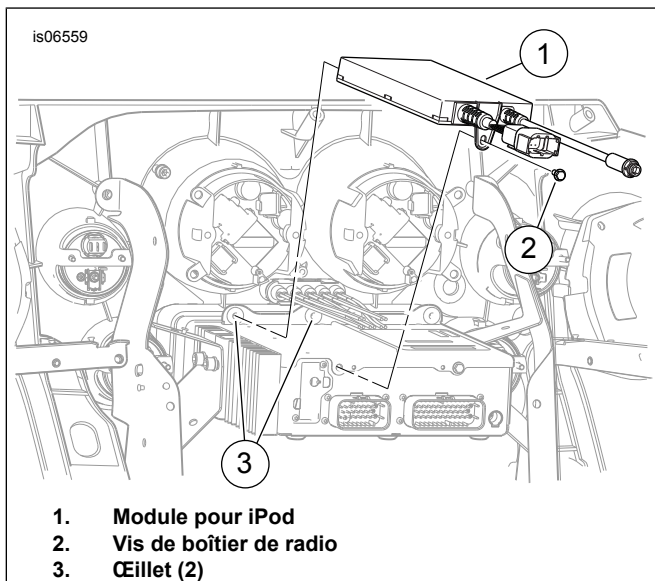

Figure 1. Installation du module pour iPod
1. Voir Figure 1. Placer le module pour iPod (1) au-dessus du boîtier de radio AM/FM :
- a. Retirer la vis (2) à l'arrière de la radio.
- b. Placer le module pour iPod au-dessus de la radio AM/FM, avec les cônes métalliques à une extrémité du module bien installés dans les œillets (3) en caoutchouc les plus à gauche à l'avant de la radio.
- c. Attacher le module à la radio avec la vis de boîtier de radio (2). Serrer à un couple de 4,0 à 5,1 N·m (35 à 45 lb·po).